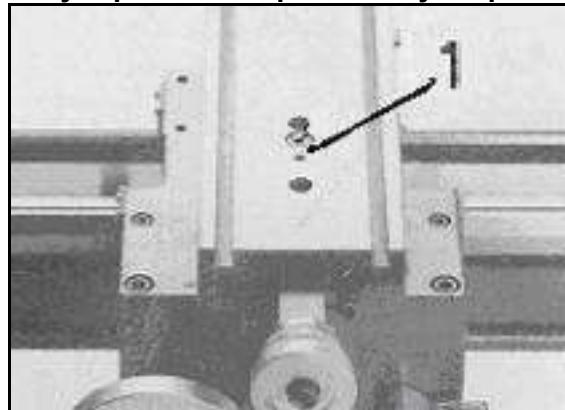

Рис.29
Снимите верхний суппорт и отрегулируйте резьбовой штифт (1, Рис. 29) таким образом, чтобы винт был снова без зазора соединен с гайкой.
Открутите две гайки (1, Рис.29) справа на фартуке суппорта и отрегулируйте установочные винты (2) таким образом, чтобы половинки гайки ходового винта без зазора были расположены в своих направляющих.